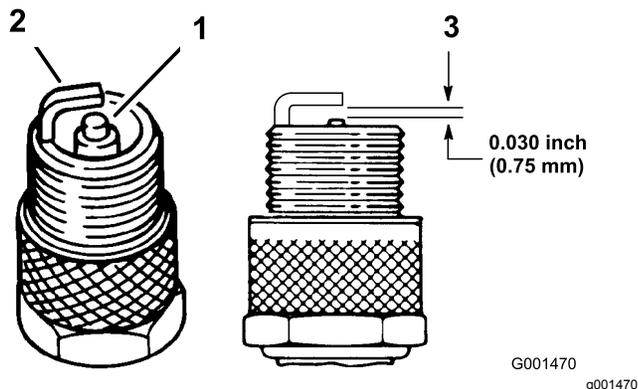

図 24
1. 中央の電極部(図 24)を観察する。絶縁体部がうす茶色や灰色なら適正、黒い汚れがある場合にはエアクリーナの不良を考える。
2. プラグの電極間のエアギャップ(図 24)を点検し、適正值から外れていれば外側の電極(図 24)を曲げて調整する。
3. 点火コードを接続する(図 24)。